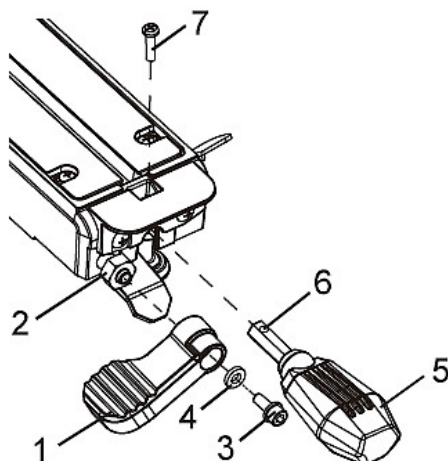

Abb. 7: Verriegelungshandgriff für den Neigungswinkel
Schritt 1: Den Winkelverriegelungsgriff (1) in einem Winkel von ca. 30 ° auf die Welle (2) setzen, wie in Abb. 7 gezeigt.
Schritt 2: Führen Sie die Sechskantschraube (3) durch die Unterlegscheibe (4) in den Gehrungsverriegelungsgriff (1).
Schritt 3: Ziehen Sie die Schraube (4) mit dem 5 mm Inbusschlüssel fest.
Anbringen des Gehrungshebels (Abb. 7)